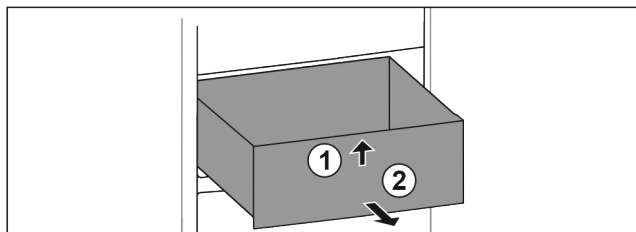

Fig. 13
- ▶ Levantar por delante Fig. 13 (1).
- ▶ Retirar hacia delante Fig. 13 (2).